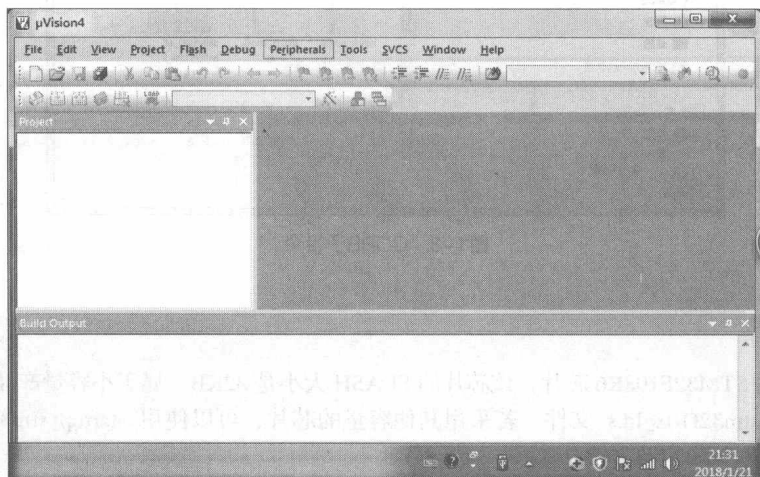

图 1-5 Keil μ Vision4 集成开发环境
(1) 运行 Keil μ Vision4 软件。第一种方法是双击桌面上的 Keil μ Vision4 图标；第二种方法是单击桌面左下方的“开始”→“程序”→“Keil μ Vision4”，进入 Keil μ Vision4 集成开发环境，如图 1-5 所示。